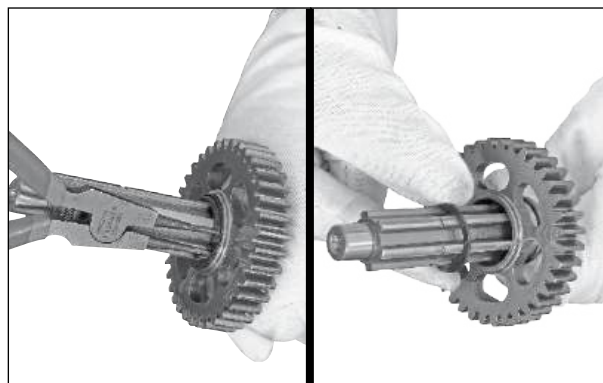

Fig. 3.149
- Remova o anel elástico (20x1,2 N) do eixo de acionamento e o calço. (Fig. 3.149)